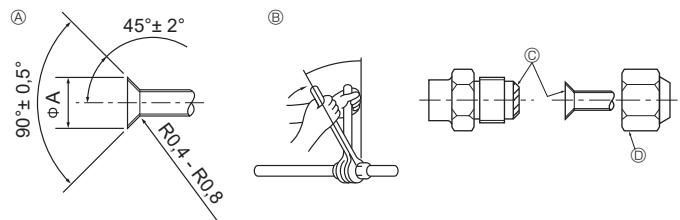

Fig. 4-1
4.2. Anslutningsrör (Fig. 4-1)
④ Åtdragningsmoment för flänsmutter